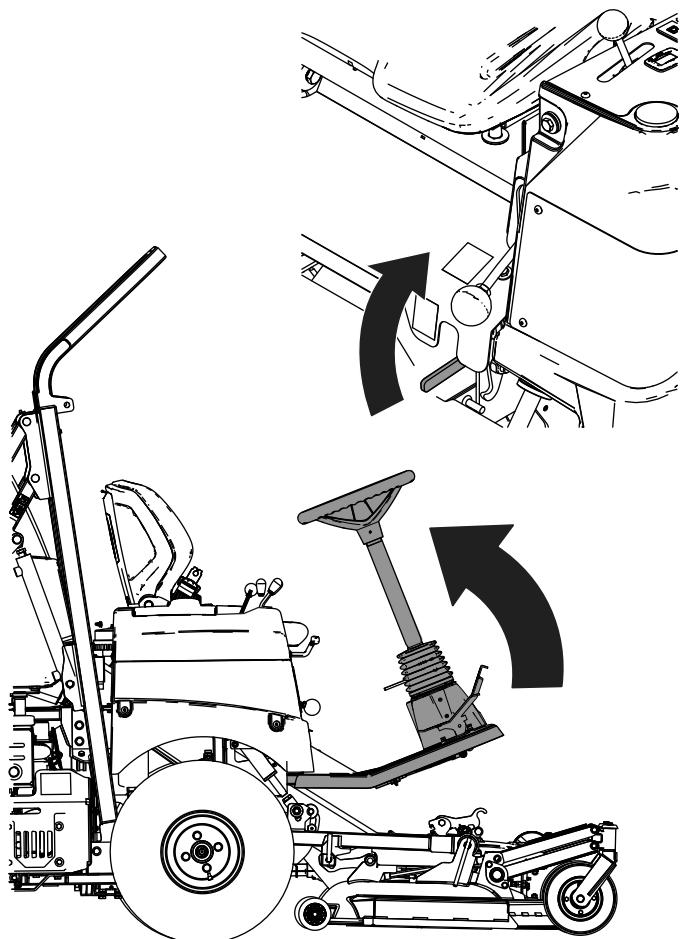

図 87
7. 運転台上に跳ね上げて、ロックレバーをはめる **図 87**。